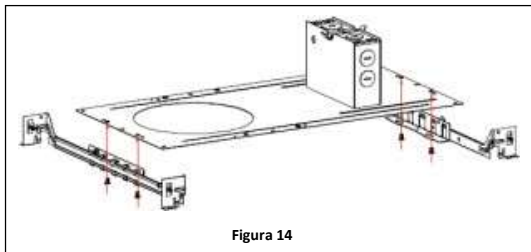

Figura 14
1. Instala los (4) tornillos de cabeza plana biselada en la bandeja para paneles de yeso desde la parte inferior (las cabezas de los tornillos deben estar en la parte inferior de la sartén). No aprietes completamente. Deja un espacio de 1/8". **Ver Figura 14..**